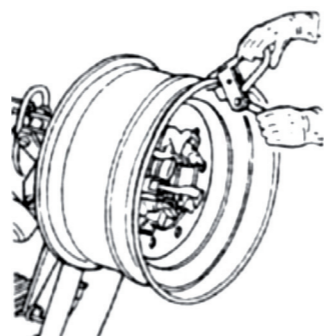

Рис. 13.
3. Установите зажим в верхней позиции наружной части обода колеса (рис. 13).
10. Визуально проверьте, в верном ли положении находится колесо. При необходимости отрегулируйте его положение. Вращайте вал против часовой стрелки до тех пор, пока зажим не окажется в нижней позиции и обод не встанет на первую сторону. Снимите зажим (рис. 13) и выньте снимающий рычаг из-под шины.